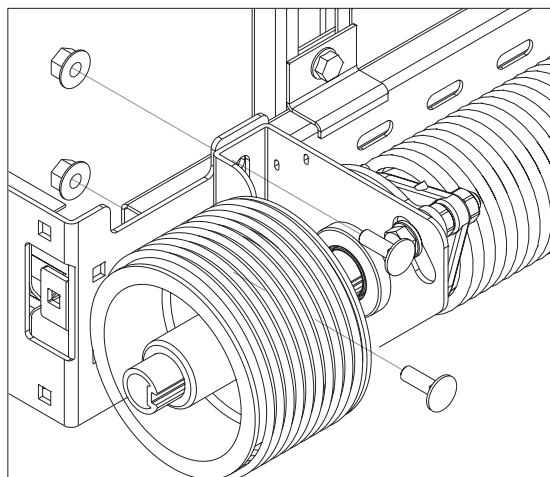

Рис.23.5
3) монтировать часть вала, устанавливаемую с левой стороны ворот (рис. 23.5):